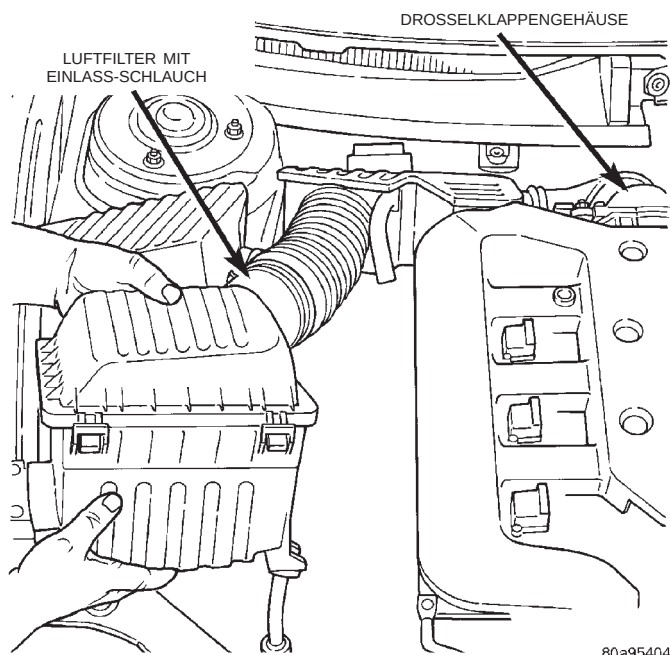

Abb. 30 Luftfilter mit Einlaßschlauch
- (6) Luftfilter und Schlauch demontieren (Abb. 30).
- (7) Querträger vom oberen Kühlerenteil demontieren. Näheres hierzu siehe Kapitel 23, "Karosserie".